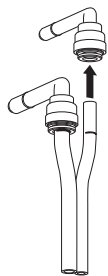
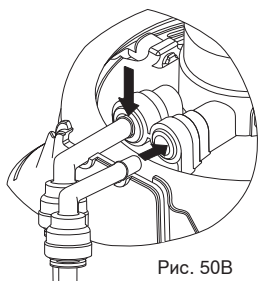

Рис. 50A
Рис. 50B
22. **Вставьте трубки в соответствующие локти (рис. 50A). Вставьте локти в держатель (рис. 50B).**